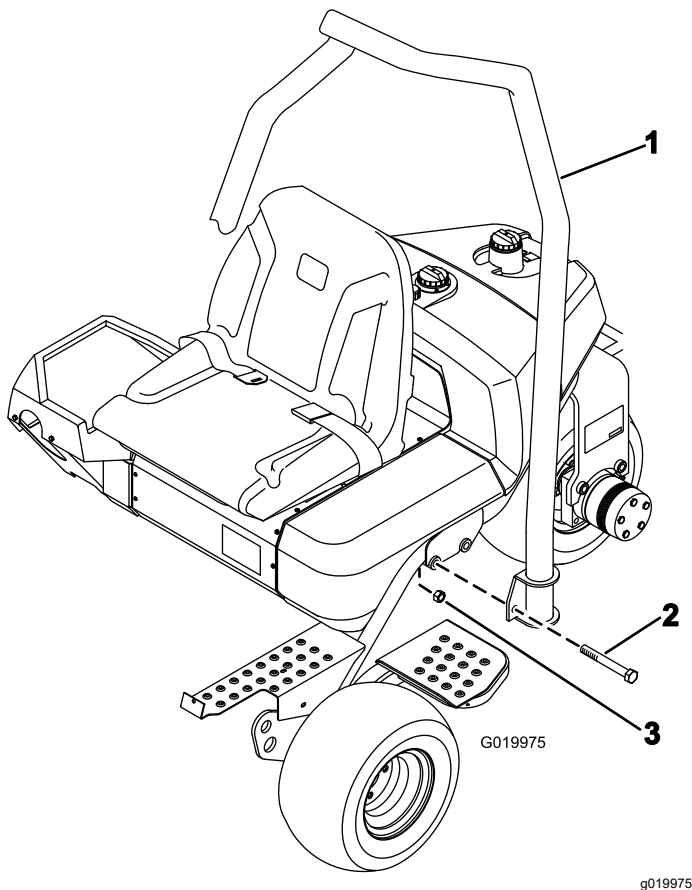

Bild 4
1. Positionieren Sie den Überrollbügel so, dass die Oberseite des Rohrs zur Vorderseite der Maschine gekrümmt ist (Bild 4).
2. Senken Sie den Überrollbügel auf den Rahmen ab und fluchten ihn mit den Befestigungsöffnungen aus (Bild 4).
3. Befestigen Sie jede Seite des Überrollbügels mit zwei Schrauben ($\frac{5}{8}$ " x $4\frac{1}{2}$ "") und Sicherungsmuttern am Rahmen, wie in Bild 4 abgebildet.